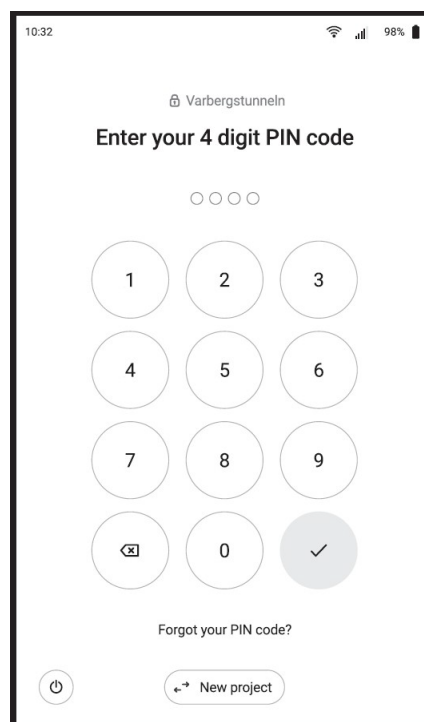

Fig. 09
4. Inserire il codice PIN. (Fig. 09)